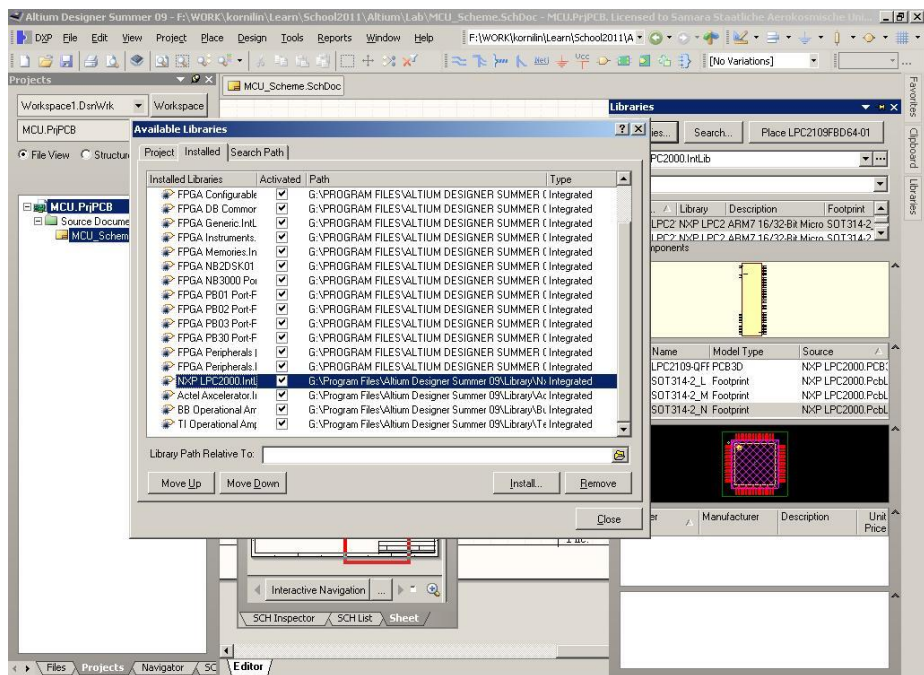

Рис. 8. Поиск компонентов в библиотеке
6. Найдите и поместите на рабочую область проекта микроконтроллер **LPC2148FBD64** из библиотеки **NXP LPC2000.IntLib**. Для этого воспользуйтесь командой **Design/Browse Library**, нажмите **Libraries**, затем **Install**, после чего выберите директорию **Np**, потом **Open** и **Close**. (рис. 8).